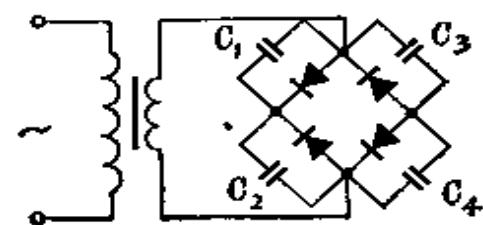

图 12-13
(4) 在二极管的两端并接电容，如图12-13。 C_1, C_2, C_3, C_4 都选用 $0.01\mu\text{F}$ 电容，耐压值应与二极管相同。